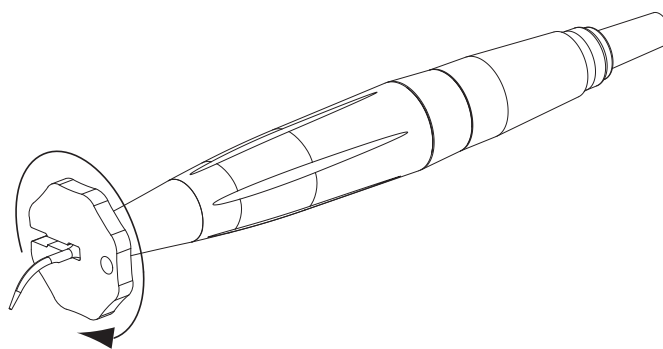

Рис. 5 Dotažení koncovky prostřednictvím klíče na šrouby
3. Перед использованием насадок стерилизуйте их (глава 6 „Стерилизация и запасные части“). Наденьте выбранную насадку и затяните при помощи входящего в поставку гаечного ключа лишь с умеренной силой (рис. 5 внизу).